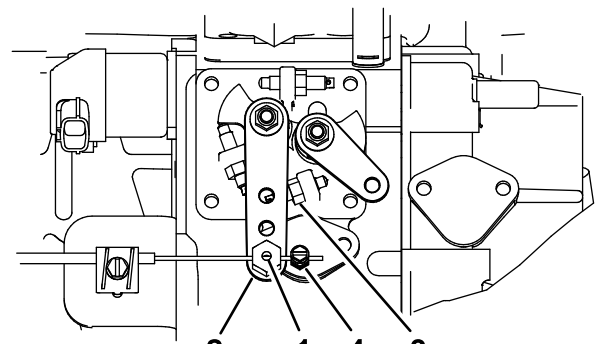

Bild 58
- Halten Sie den Hebel der Einspritzpumpe gegen den Anschlag für den hohen Leerlauf (Bild 58).
- Lockern Sie den Anschluss des Bowdenzugs neben dem Hebel der Einspritzpumpe (Bild 58).